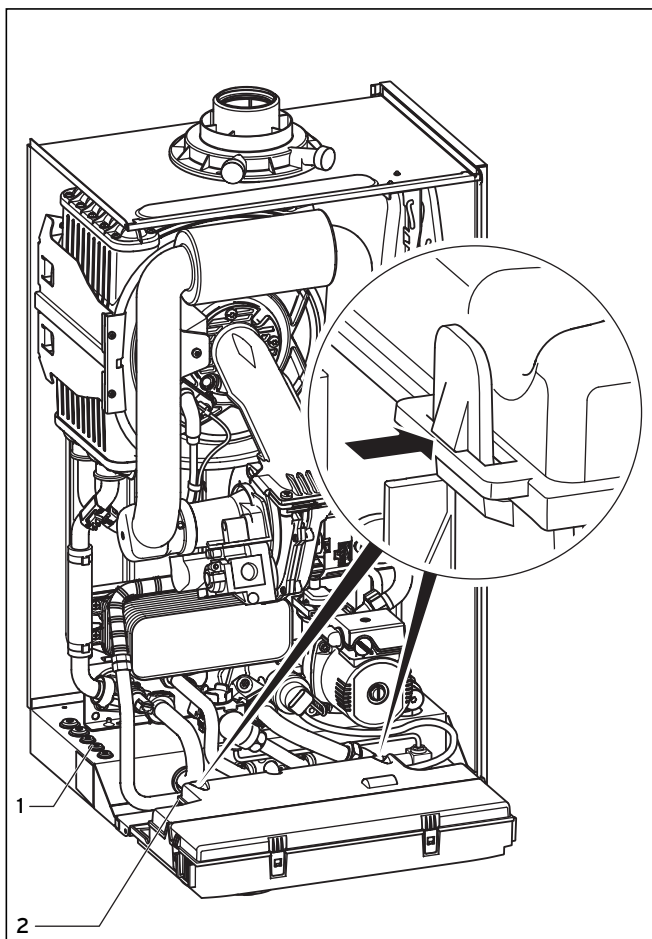

Рис. 5.9 Открытие задней стенки распределительной коробки
- Проведите соединительные провода подключаемых компонентов через кабельные вводы (1) слева на нижней стороне прибора, см. рис. 5.9.